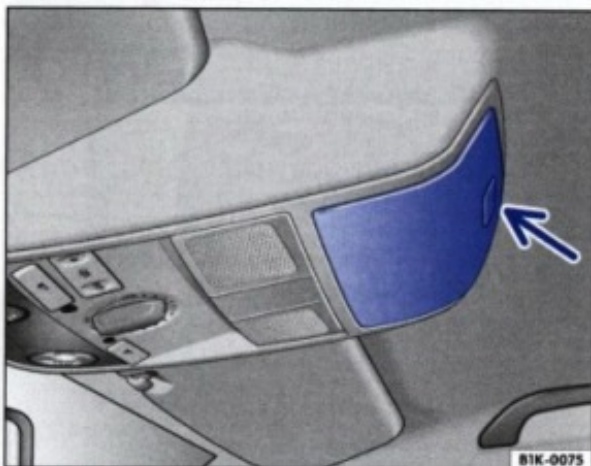

Fig. 73 Suportul pentru ochelari din plafon
- Pentru deschidere, apăsați pe capac ⇒ fig. 73 -săgeata-. Capacul se va deschide singur.